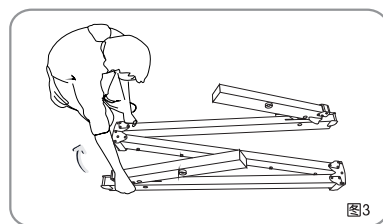

图3
1.把可折叠框架从包装箱中取出，把活动关节打开，顺次将上、下框架展开，伸展开框架平放在地上。(见图3)